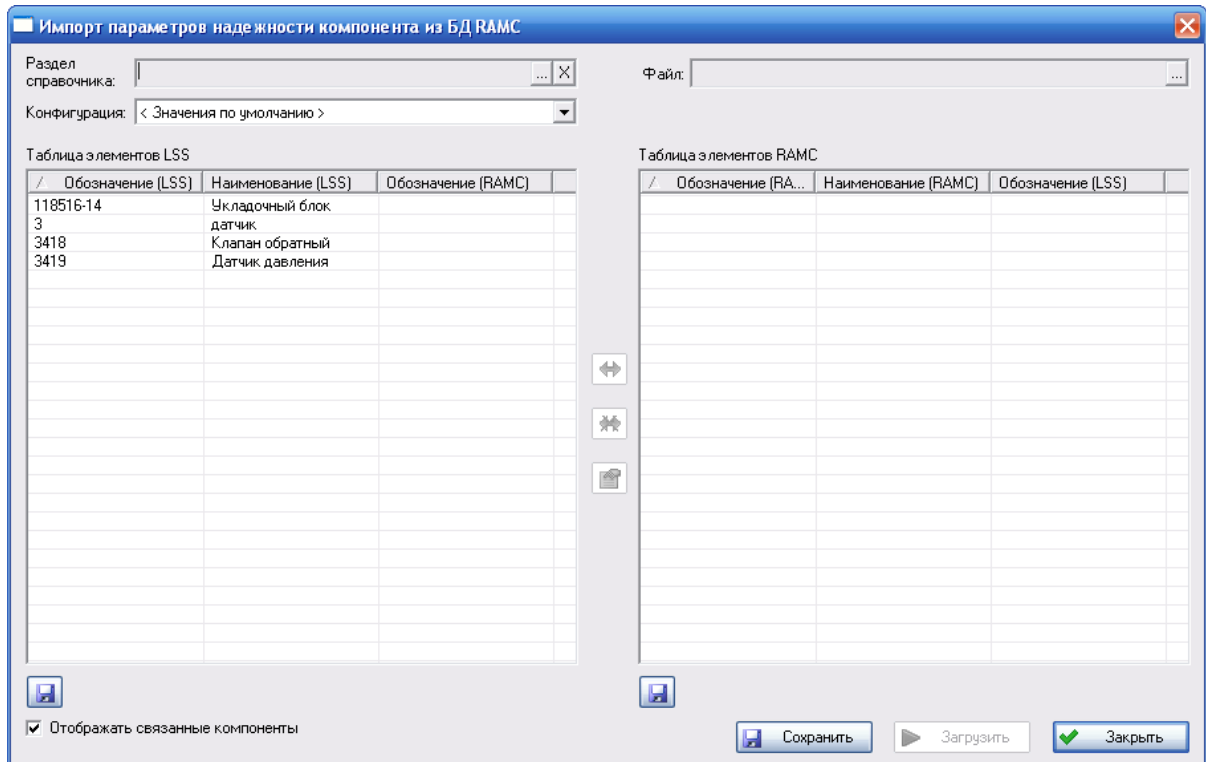

Рис. 16-5
2. В появившемся окне **Импорт параметров надежности изделий из БД RAMC** настройте параметры импорта (рис. 16-5):